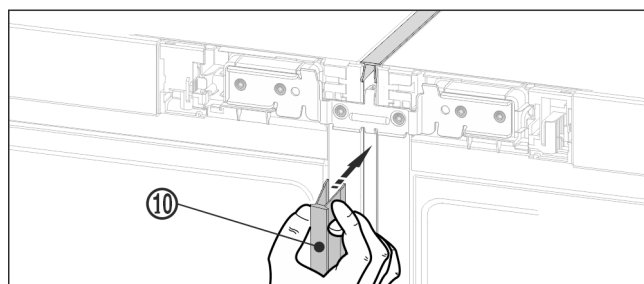

Fig. 21 *
- Na sprednji strani potisnite dolgo zaključno letev Fig. 21 (10) v navpično režo. Pazite pri tem, da bo letev stala na povezovalni plošči.*